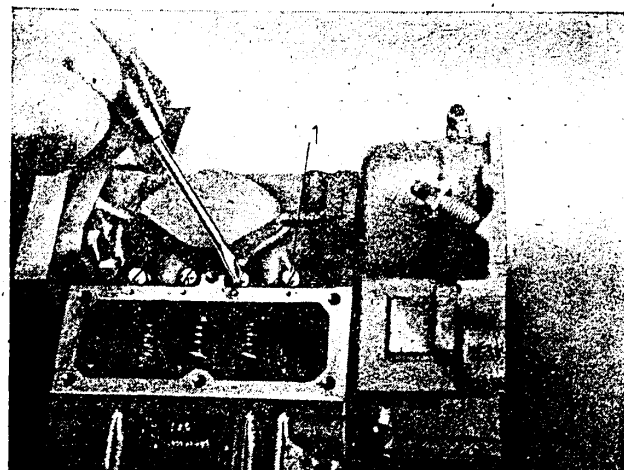

Bild M 145. Rollenstößelführungsschrauben (1) lösen
- Vier Rollenstößelführungsschrauben lösen und Rollenstößelführungsschrauben mit Dichtungsringen entfernen (Bild M 145).